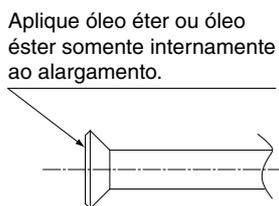

Fig. 7
- **Aplique óleo éter ou óleo éster somente internamente ao alargamento** e aparafuse a porca de alargamento por três ou quatro voltas primeiramente a mão quando da conexão da porca de alargamento. (Consulte a Fig. 7)